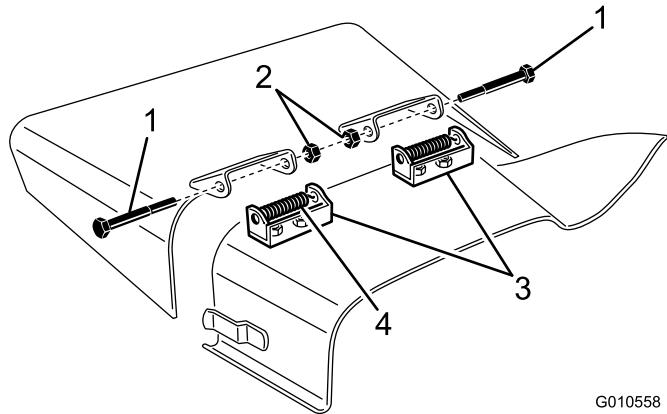

Figura 27
2. Retire las 2 pernos, las contratuerzas y los muelles que sujetan los soportes del deflector a los soportes de pivote (Figura 27).
3. Para retirar los soportes de pivote, retire los pernos de cuello cuadrado y las tuercas (Figura 27).